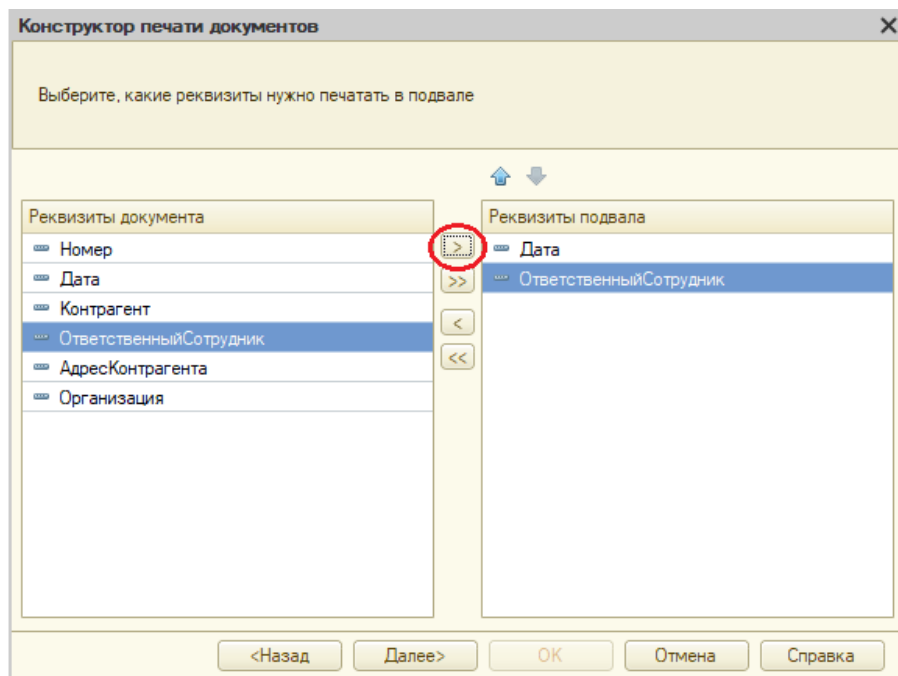

Рисунок 16.10 – Конструктор печати. Шаг 5
13. На четвертом шаге конструктор предложит сформировать нам подвал (нижнюю часть) печатной формы. Выберем в подвале реквизиты **Дата** и **ОтветственныйСотрудник** (рисунок 16.10).